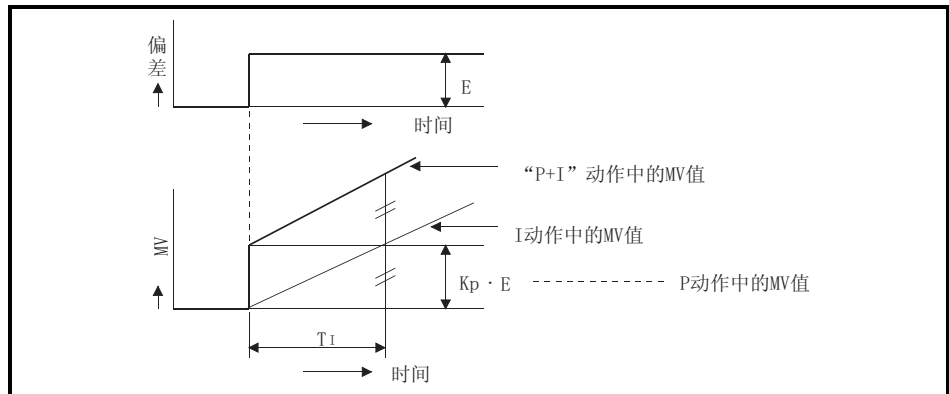

图 4.3 恒定偏差的积分动作
- (3) 偏差为恒定值的阶跃响应时的积分动作如图 4.3 所示。